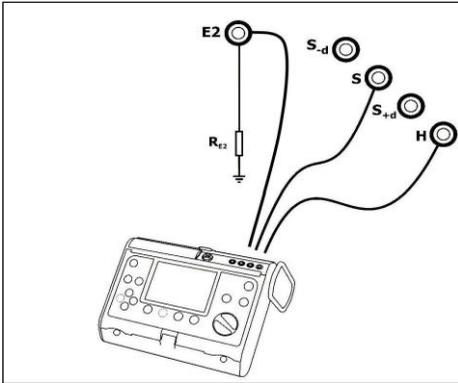

Abb. 9. Anschließen des Messgeräts
- Schließen Sie das Erdungswiderstandsmessgerät (MRU-XXX) wie in Abb. 9 gezeigt an die Buchsen an,